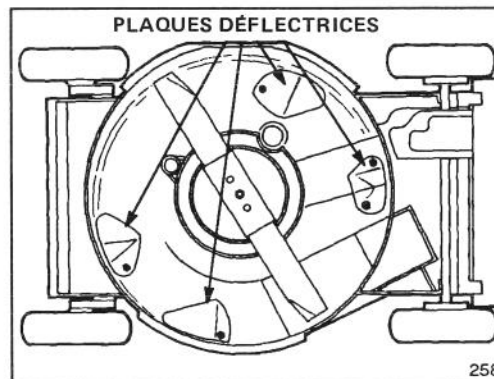

Figure 31
Maintenir la propreté du dessous du carter de la tondeuse. Veiller particulièrement à maintenir les déflecteurs libres de débris (Fig. 31).
2. Inclinez la tondeuse sur le côté gauche (Fig. 31).